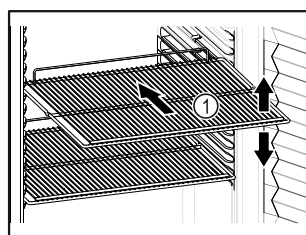

Fig. 71 Atvaizdo pavyzdys
- Jei pastatymo groteles Fig. 71 (1) galima perkelti, pritaikykite atsizvelgdami į aukštį.